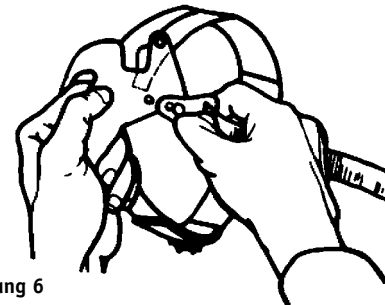

Abbildung 6
3. Richten Sie die Öffnungen am Kinnriemen mit den Stiftknöpfen aus, und ziehen Sie sie zur Befestigung nach unten (siehe Abb. 6).